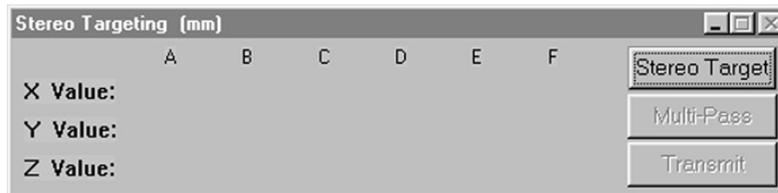

Figura 5-4: Cuadro de diálogo Stereo Targeting
1. Haga clic en **Stereo Target** en el cuadro de diálogo Stereo Targeting, Figura 5-4.